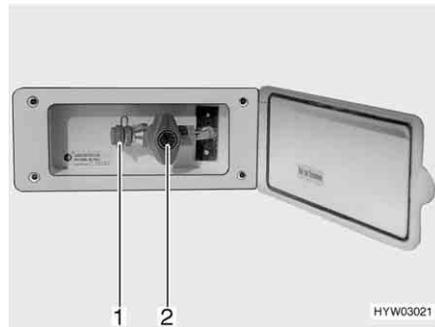

Fig. 86 Presa gas esterna, rubinetto di arresto del gas chiuso
La presa gas esterna (Fig. 86) si trova, a seconda del modello, nella parte posteriore o sul lato destro o sinistro del veicolo.
- Collegare l'apparecchio a gas esterno all'attacco (Fig. 86,1).
- Aprire il rubinetto di arresto del gas (Fig. 86,2).